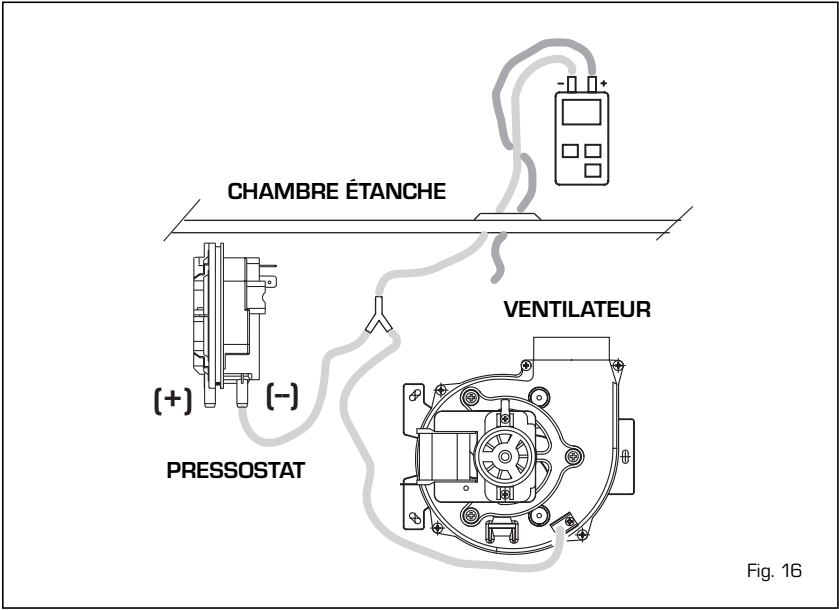

Fig. 16
3.9 PRESSOSTAT FUMÉES vers. 25V-30V (fig. 16)
La valeur de signal au pressostat est mesurée avec un manomètre différentiel relié aux prises du collecteur (fig. 16)